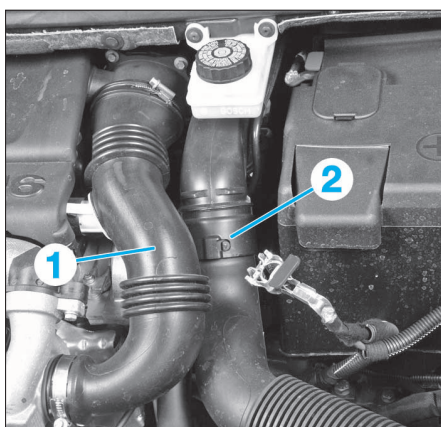

FIG. 23
- Déposer les manchons d'air (1) et (2) (Fig.23).